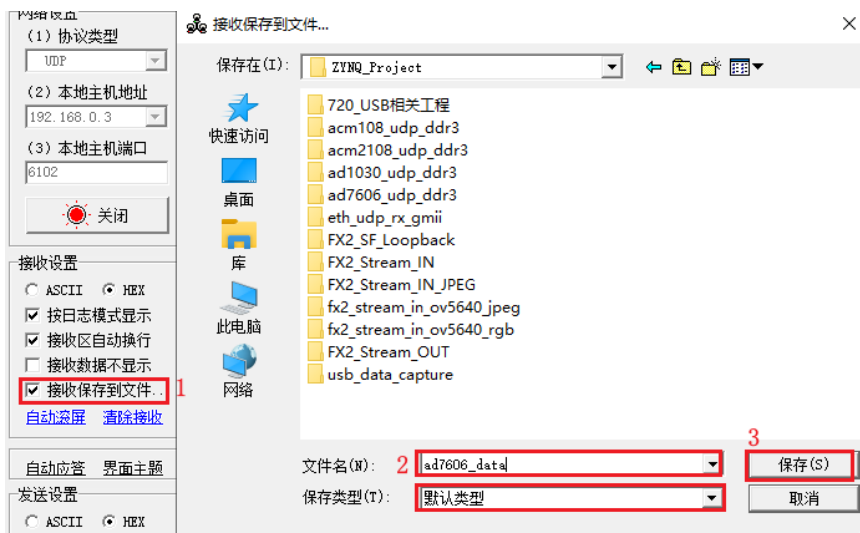

图 63-28 设置保存文件
6. 点击“接收保存到文件”这几个字，在弹出的界面中设置文件路径、文件名称，如下图 63-28 所示。这样在数据接收完成之后会保存一个数据文件。方便后面进行分析。